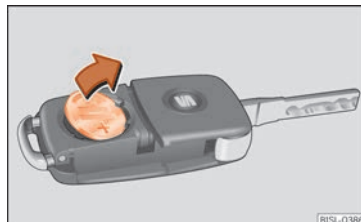

**Fig. 88** Llave del vehículo: retirar la pila.
- Extraiga la pila del compartimento con un objeto fino adecuado »» fig. 88.
- Coloque la pila nueva tal como se muestra »» fig. 88 y presiónela en el compartimento para la pila en sentido contrario a la flecha »» ❷.